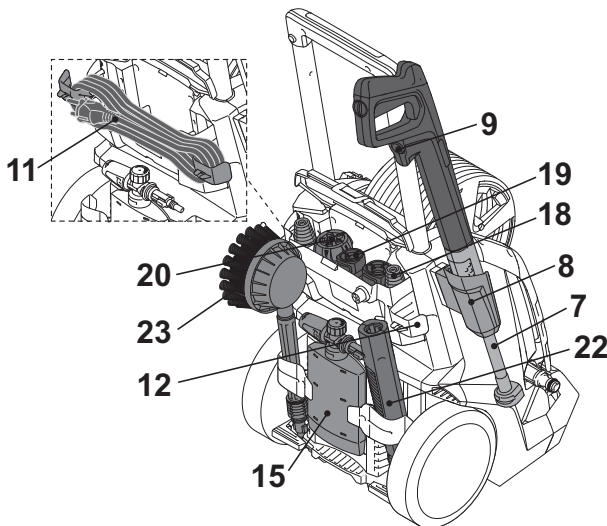

Fig. 18
Use o suporte da pistola de pulverização superior (8) para armazenar a pistola de pulverização (9) e a lança de extensão (7) (Fig. 18).
Acessórios (tanque de sabão (15), bico rotativo (18), adaptador de bico rotativo (19), 5 pol. 1 bico (20), lança de extensão curta (22), escova rotativa (23)) podem ser armazenados na parte traseira do produto. (Fig. 18).